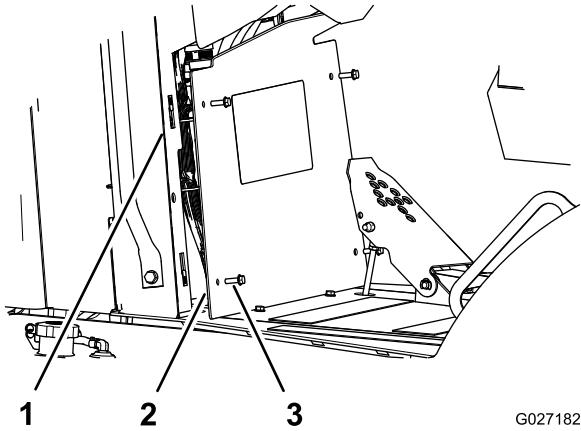

Figure 2
- Retirez les 4 boulons à embase hexagonale (5/16 x 1 po) qui fixent le panneau de protection à la console (Figure 2).
2. Alignez les trous du panneau de protection et les écrous à clip de la console (Figure 2).
3. Fixez le panneau sur la console au moyen des 4 boulons à embase hexagonale (Figure 2).